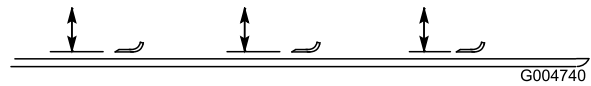

Рисунок 85
2. Поверните нож так, чтобы его концы были направлены вперед и назад, и измерьте расстояние между внутренней частью деки газонокосилки и режущей кромкой в передней части ножа (Рисунок 85).